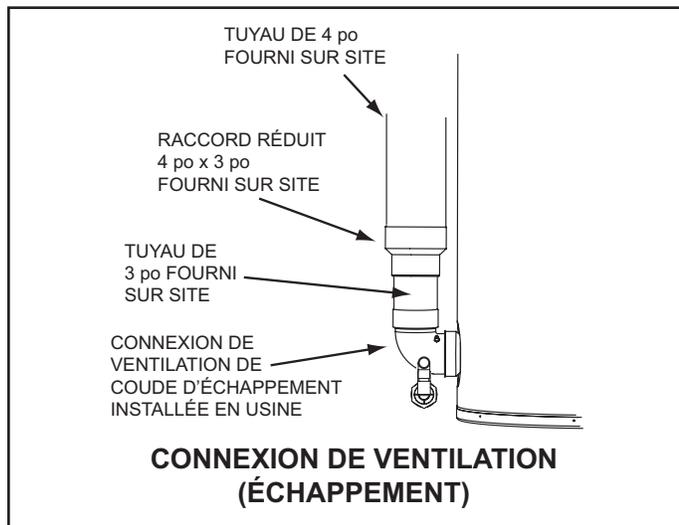

Figure 18
11. Pour installer un tuyau de 4 po, effectuer une transition au tuyau de 3 po au niveau du coude d'évacuation sur le chauffe-eau comme l'indique la Figure 18. Le tuyau de 3 po installé sur site entre le coude d'évacuation et le raccord de réduction 4 po x 3 po doit être de 45 cm (18 po) maximum en longueur.
- Pour installer un tuyau de ventilation de 4 po, effectuer une transition au tuyau de 3 po au niveau du coude d'évacuation sur le chauffe-eau comme l'indique la Figure 18 à la page 25. Le tuyau de 3 po installé sur site entre le coude d'évacuation et le raccord de réduction 4 po x 3 po doit être de 45 cm (18 po) au maximum en longueur.